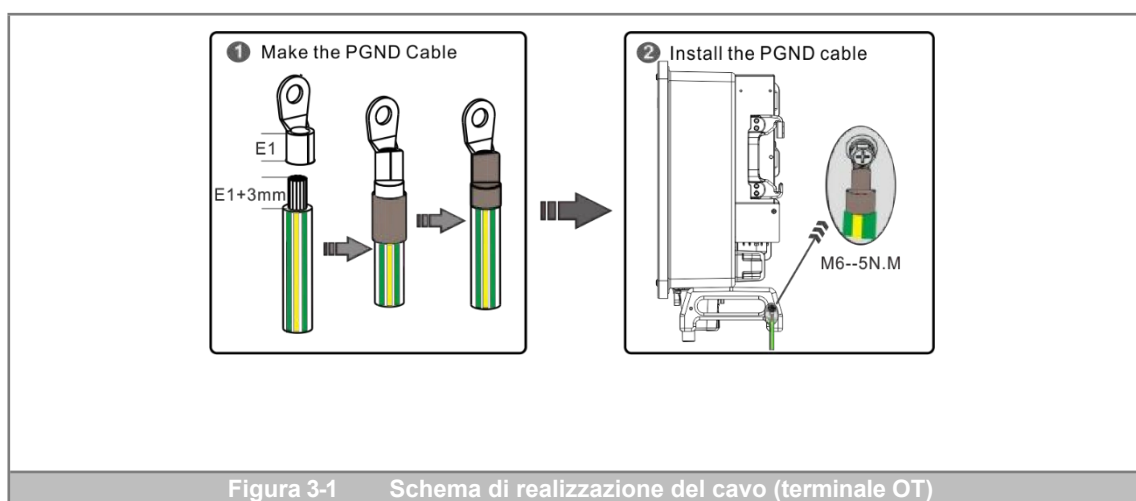

Figura 3-1 Schema di realizzazione del cavo (terminale OT)
- (1) Spellare una sezione del conduttore in rame nudo del cavo di terra secondo le specifiche corrispondenti utilizzando una spellafili. Assicurarsi che la lunghezza del conduttore in rame nudo sia di 3 mm superiore a quella del terminale OT.
- (2) Rivestire il terminale OT con un tubo termorestringente di dimensioni adeguate. Si raccomanda che la lunghezza del tubo termorestringente (tensione di tenuta ≥ 600 V) sia pari a 1,5-2 volte la lunghezza del terminale.
- (3) Crimpare il terminale OT all'anima in rame nuda utilizzando le pinze crimpatrici.
- (4) Riscaldare il tubo termorestringente con la pistola termica in modo da avvolgere saldamente il terminale e il cavo. A questo punto, il cavo è completamente realizzato (il processo di realizzazione del cavo è illustrato nella Figura 3-1○1).
- (5) Fissare il terminale OT del cavo di terra all'interfaccia di terra con viti M6, con una coppia di serraggio di 5 N.m (per ulteriori informazioni, vedere la Figura 3-1○2).